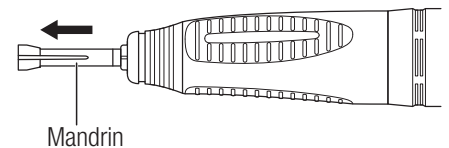

Fig. 9
- 3) Retirez le mandrin (Fig. 9).